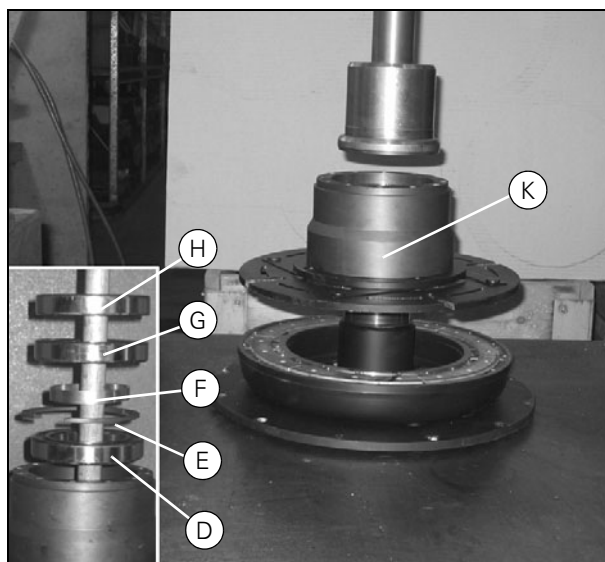

Рисунок 49
- Установите подшипник (D), стопорное кольцо (E), дистанционную втулку (F), подшипник (G) и подшипник (H) в порядке, показанном на (Рис. 49). Запрессуйте подшипники в корпус при помощи гидравлического пресса.
- Запрессуйте подшипниковый корпус (K) в ступицу муфты при помощи гидравлического пресса.
- Убедитесь, что величина зазора (X) находится в диапазоне $0,8 \pm 0,2$ мм.